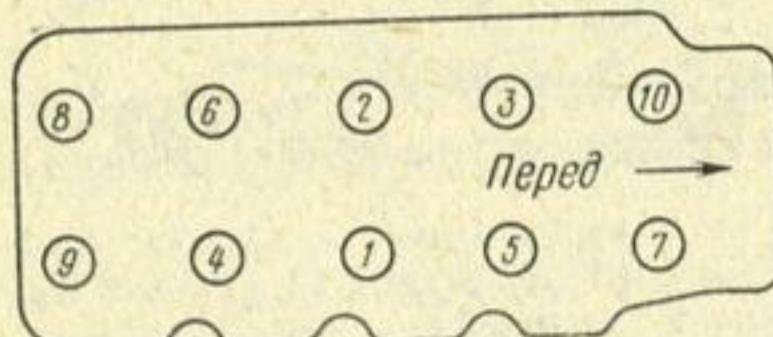

Рис. 39. Последовательность затяжки гаек шпилек, крепящих головку цилиндров
5. Подтяните гайки крепления головки цилиндров последовательности, указанной на рис. 39 без рывков, моментом затяжки в пределах 9—10 кгс·м (90—100 Н·м), применяя динамометрический ключ с головкой 19 мм.